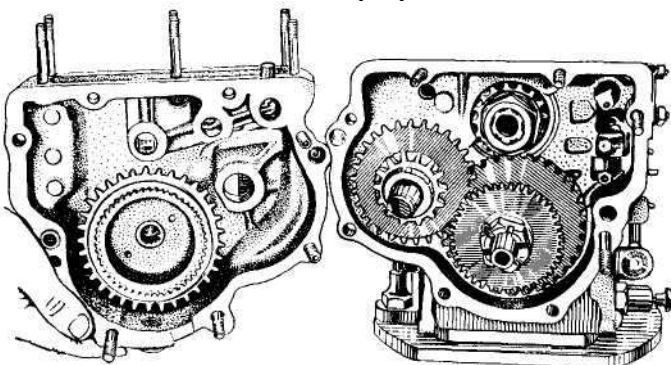

Рис. 126. Снятый картер понижающей передачи
- отвинтите восемь гаек и снимите картер понижающей передачи (рис. 126).